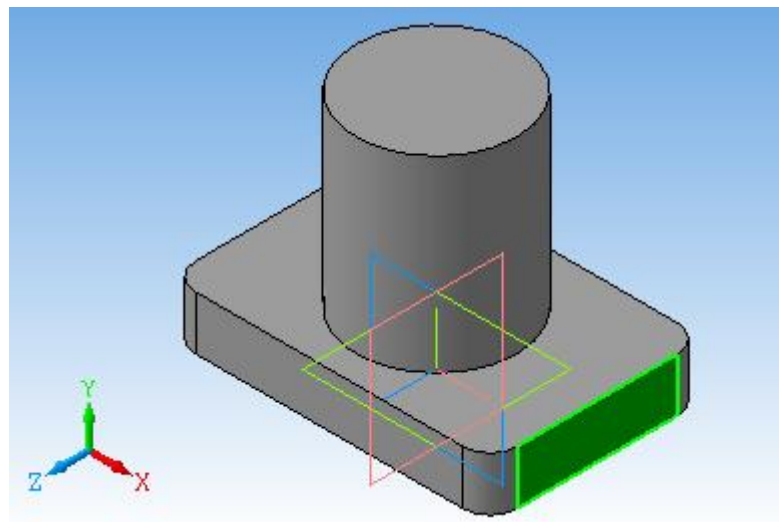

Рис. 8.7
8. Активувати праву вертикальну стінку основи, клацнувши по ній лівою кнопкою миші (рис. 8.7).